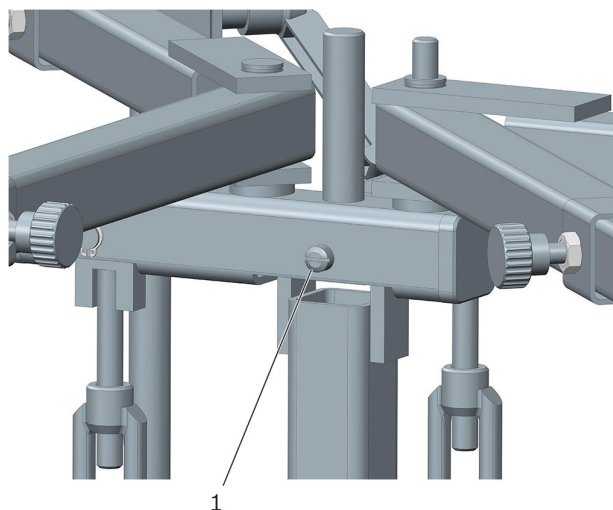

Figura 11: Posição do parafuso do eixo 1, o parafuso do eixo 2 está no lado oposto (não visível)
- ▶ Certifique-se de que a conexão de parafusos do eixo (2 peças) esteja correta na faixa da junta articulada do suporte da caixa de engrenagem (veja a figura 11).